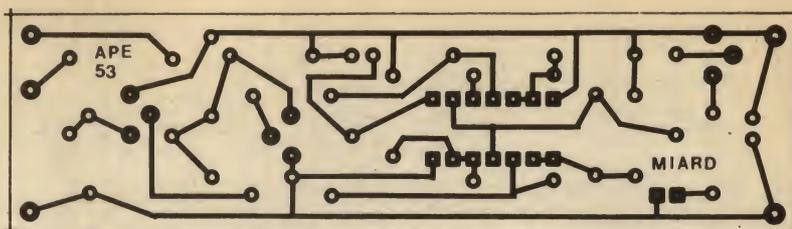

Fig.2
- FIG. 2 - LAY OUT DO CIRCUITO IMPRESSO ESPECÍFICO - Longo e estreito, como convém ao formato final do MIARD, o Impresso é de fácil realização (mesmo por quem ainda não tem muita prática...), devido ao baixo índice de "congestionamento", e desenho geral "descomplicado"... É só copiar diretamente o diagrama (que está em tamanho natural), confeccionando a placa definitiva com as técnicas já descritas um "bostilhão" de vezes, aqui mesmo em APE... Não se esqueçam, porém, de conferir muito bem a plaquinha, após a confecção e limpeza, corrigindo desde logo eventuais falhas, lapsos, "curtos", essas coisas... Qualquer "remendo" na placa - enfatizamos - é sempre de fácil implementação **antes** das peças serem inseridas e soldadas... **Depois**, são outros quinhentos"...